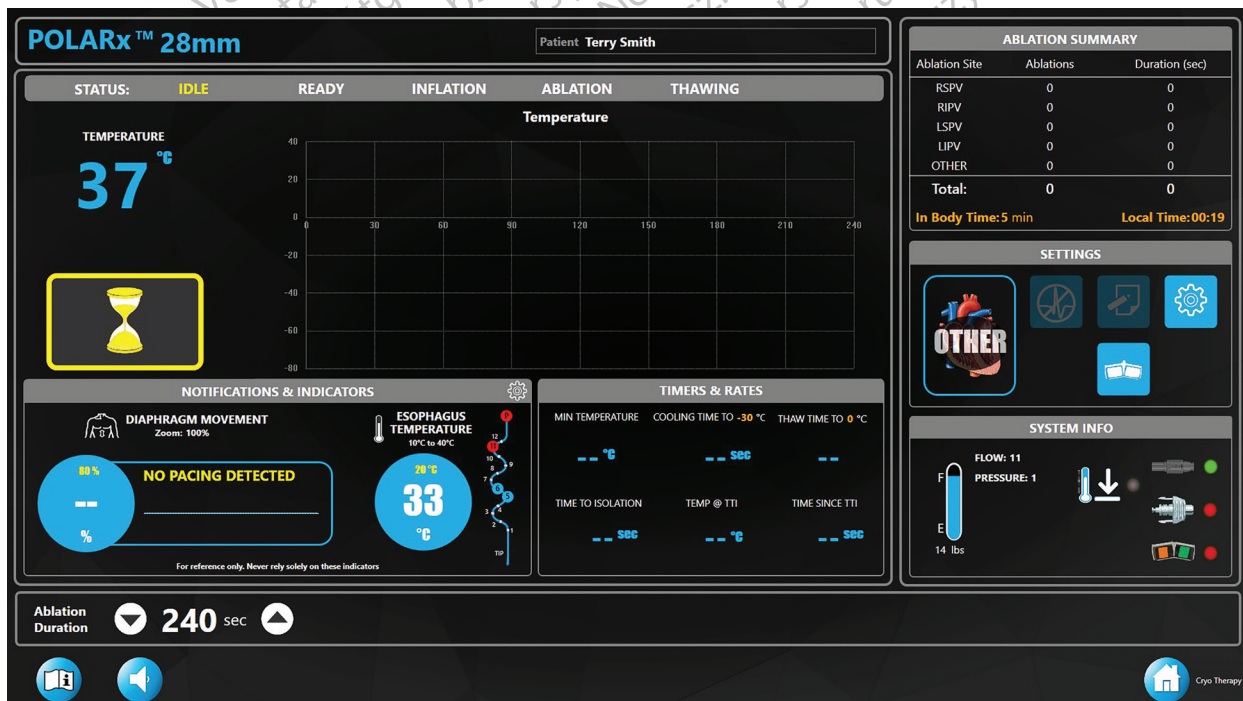

Figura 11. Sonda de temperatura esofágica CIRCA™ S-CATH: sensores que no funcionan
- Si alguno de los sensores no funciona, se resaltarán en rojo (consulte la Figura 11).